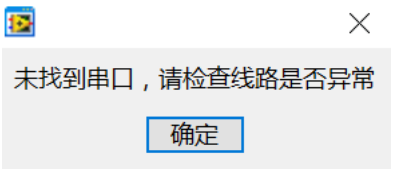

图 2-3 错误处理
3、若没有检测到串口或通信异常，则关闭串口并弹出对话框提示用户，如图 2-3 所示。